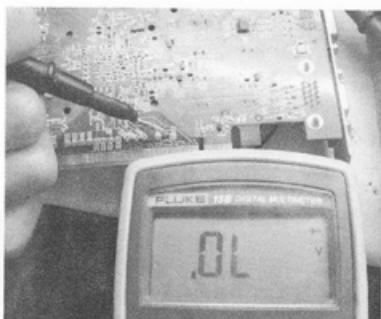

图 5-34 值无穷大
(8) 刚量到第2颗电容就发现了有不对，如图 5-34 所示。